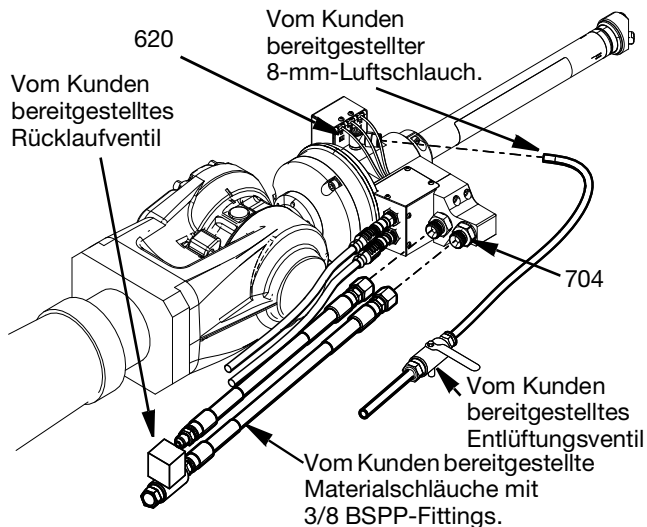

FIG. 6
Die Luftzufuhr wird an die Switch 3D-Pistole mit einem 8-mm-Polyurethanschlauch an den Winkel-Schwenkanschluss (620) an der Seite des Schwenkgehäuses (619) angeschlossen. Der Kunde muss ein Entlüftungsventil zwischen Luftzufuhr und Switch 3D Pistole-Anschluss installieren. Siehe FIG. 6.
von dualen Materialien sind beide Verbindungen Eingänge (kein Rücklauf möglich). Siehe FIG. 6.
- b. Prüfen Sie, ob die Magnetventile (613), die auf den Teilen der Schwenkkammer auf Seite 31 abgebildet sind, ordnungsgemäß funktionieren, indem Sie jedes Ventil des Roboteranhängers öffnen und schließen und auf das Geräusch des sich bewegenden Kolbens hören.
- e. Öffnen Sie das vom Kunden angebrachte Umlaufventil und spülen Sie das Material durch das Ventil, bis die gesamte eingeschlossene Luft aus der Materialrückführung entwichen ist. Siehe FIG. 6.
3. Den gesamten Druck in den Luftleitungen durch Absperren des von Kunden angebrachten Entlüftungsventils entlasten. Siehe Fig. 6.
4. Wenn die Düsen Spitze oder der Materialschlauch verstopft sind oder wenn der Druck nach Durchführung der obigen Schritte nicht vollständig entlastet wurde, lösen Sie den kundenseitig gelieferten Materialschlauch sehr langsam vom 3/8 Zoll. BSPP-Einlassanschluss (704), (siehe Fig. 6).